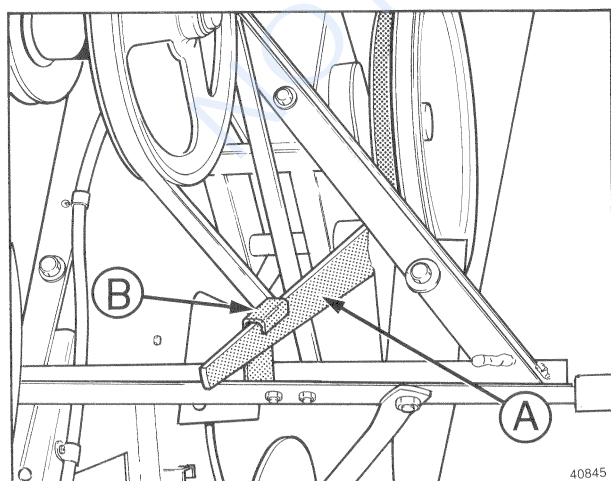

Fig. 76
Pour changer le régime de rotation du séparateur rotatif, procéder comme suit (Figure 76) :
1. Dégager le levier A (Fig. 76) du crochet B, puis le manoeuvrer vers le haut.
3. Abaisser le levier A (Fig. 76), puis l'engager dans le crochet B.